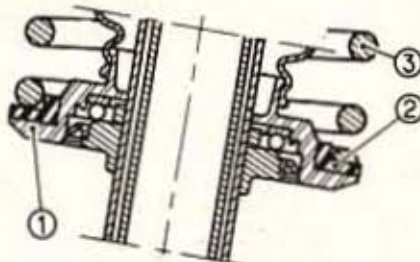

Fig. 140. — Appui inférieur des ressorts avant (premier montage)
Le dispositif d'appui inférieur des ressorts AV comportait primitivement un appui caoutchouc (2) entre ressort (3) et coupelle (1) (fig. 140).